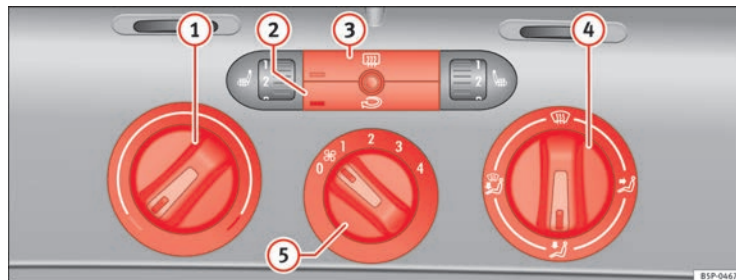

Fig. 106 Sur la planche de bord : éléments de commande du chauffage
- Les régulateurs $\Rightarrow$ fig. 106 ① et ④ et la commande ⑤ permettent de régler la température, la répartition de l'air et la vitesse de la turbine.
- Appuyez sur le bouton ② ou sur le bouton ③ pour activer ou désactiver la fonction correspondante. Quand la fonction est active, le rectangle situé sur le coin inférieur gauche du bouton s'allume.